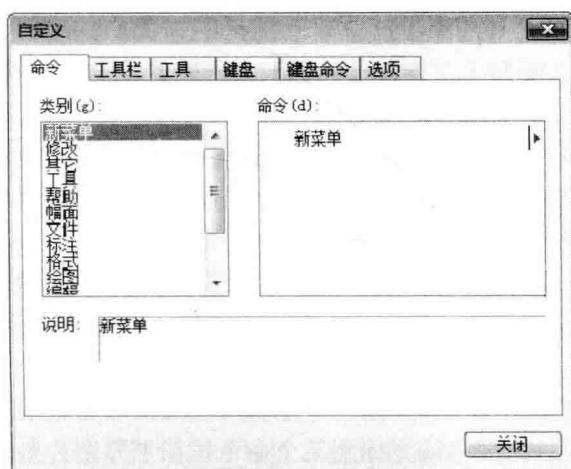

图 1-7 【自定义】对话框
- 选择【自定义】命令，弹出如图 1-7 所示的【自定义】对话框，可在该对话框中添加或删除命令，从而自定义快速启动工具栏的项目。